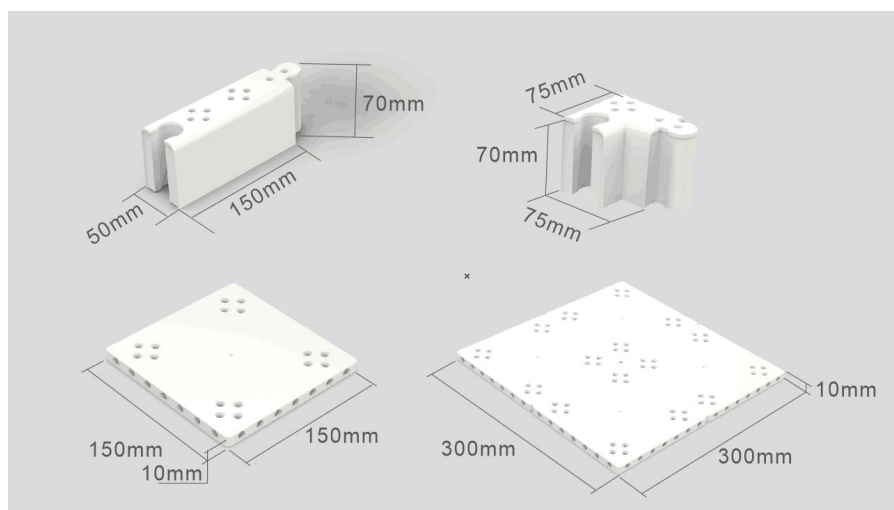

图 2 可拼装的塑料部件
1.1 赛台是用可拼装的塑料部件拼接而成的。这些部件有边长 150mm 的方形小底板、边长 300mm 的方形大底板、150mm×70mm×50mm 的挡板及外边长 75mm 的转角等四种，如图 2 所示。